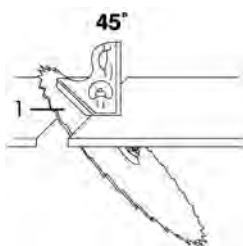

fig. 10 – ajuste do ângulo
4. Com o auxílio de um esquadro de 45°, ajuste a lâmina de serra com relação à base, conforme mostra a fig. 10;